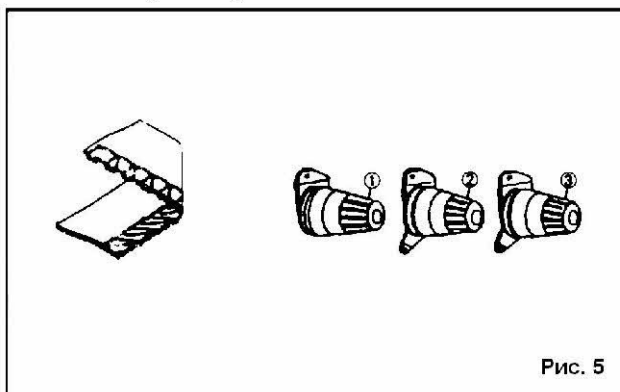

Рис. 5
1. Регуляторы натяжения, Рис. 5